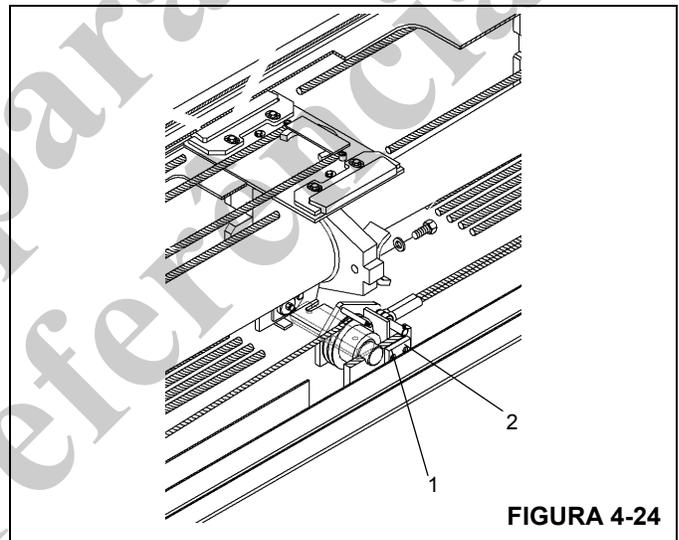

FIGURA 4-24
1. Instale as placas de desgaste laterais inferiores traseiras e os calços (1) na seção intermediária externa com dois parafusos (2) em cada (Figura 4-24).